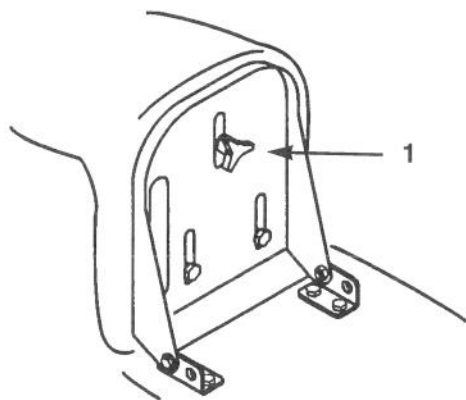

Figure 3
1. Soulever le siège et desserrer le bouton de réglage (Fig. 3).